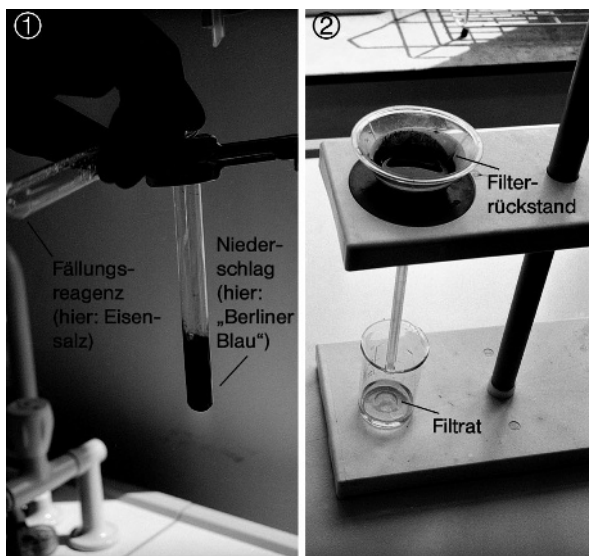

Abb. 1.5 Ausfällung und Filtration von Niederschlägen.
- 4) Filtrieren Sie die Aufschlämmung des Niederschlages (Abb. 1.5) und waschen Sie ihn durch Übergießen mit etwas Wasser.